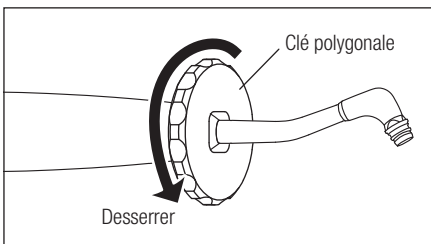

Fig. 14
- Insérez la clé polygonale par l'extrémité de l'embout, desserrez l'embout et débranchez celui-ci de la pièce à main. (Fig. 14)